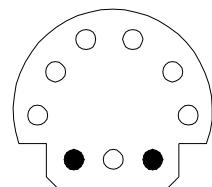

Fig. 1
- Efectuar las conexiones e introducir el cable captador en el enchufe que se encuentra en el espacio motor (véase Fig. 1).
- Pulsar la tecla **pistola/captador (8)** y comprobar que el **led de grados de avance captador (4)** se encienda.
- Pulsar la tecla de **selección captador (6)** y comprobar que se encienda uno de los dos **led (5) o (7)** que corresponden al tipo de captador seleccionado (positivo o negativo).
- Comprobar que la pantalla de los grados indique el correcto desfasamiento del captador con respecto al PMS (véase Tab. 1). En el caso contrario ajustar el valor girando el **Conmutador (10)**.